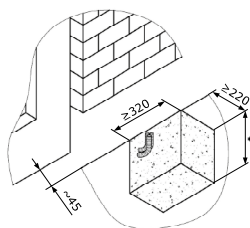

Рисунок 2.
- Подготовьте яму (рис. 2) под фундамент для привода. Расположение ямы относительно проема выберите в зависимости от конструкции ворот (например, при самонесущих воротах привод располагается так, чтобы шестерня находилась посредине между роликовыми опорами). Яму выполняйте на глубину, при которой не происходит промерзание грунта.
- Залейте бетон в подготовленную яму (рис. 2).